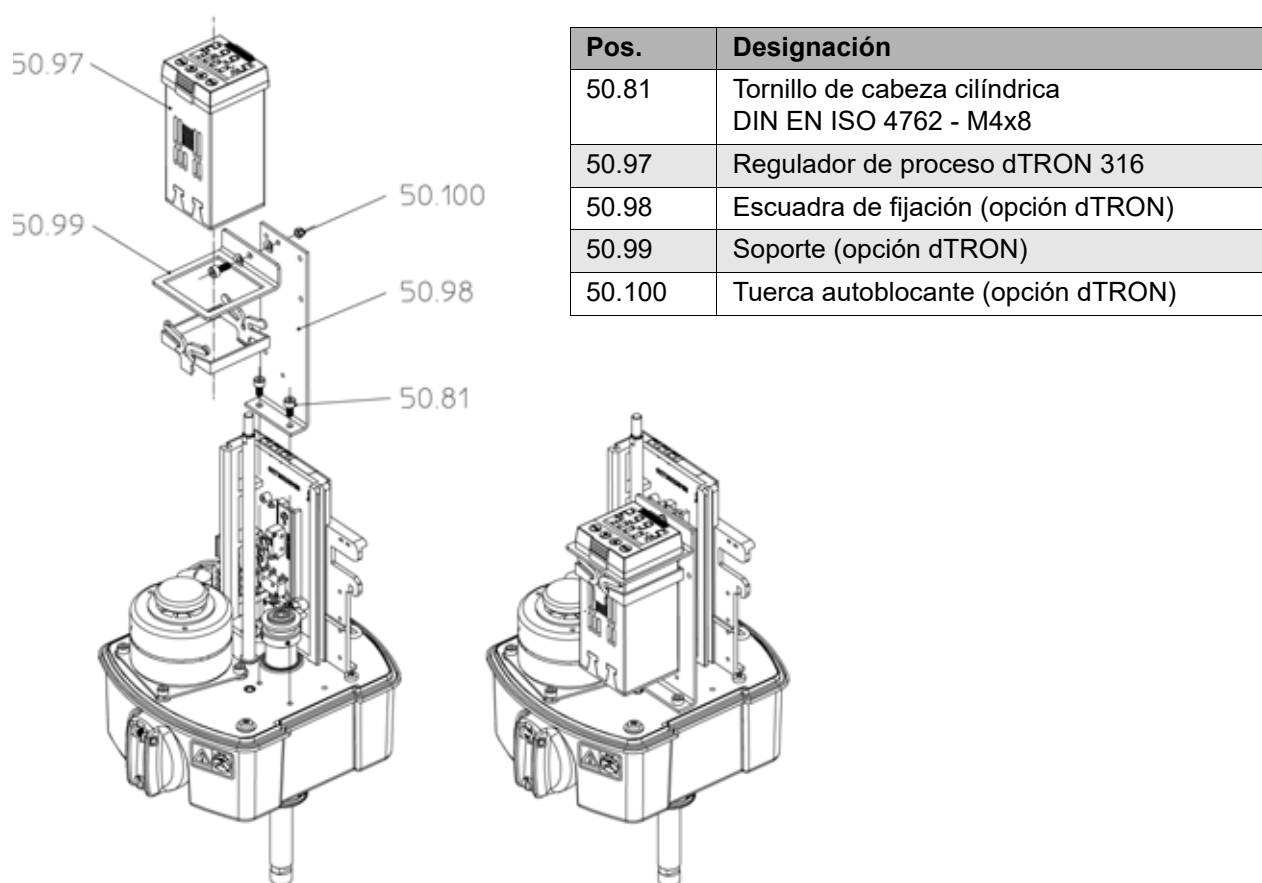

Figura 17: Montaje dTRON 316 ARI-PREMIO® 2,2 - 5 kN
- Fije el dTRON 316 con el kit de montaje a la placa del reductor (Figura 17).